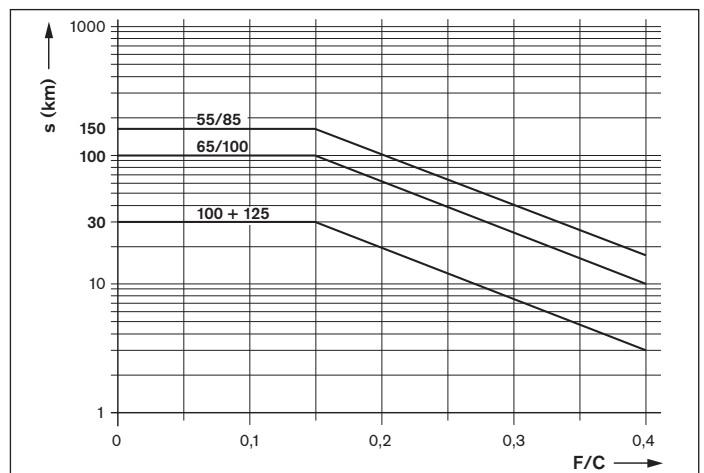

Figura 14
- ▶ Quando o intervalo de relubrificação de acordo com a figura 14 é alcançado, aplicar a quantidade de lubrificante em cada conexão conforme a tabela 11.